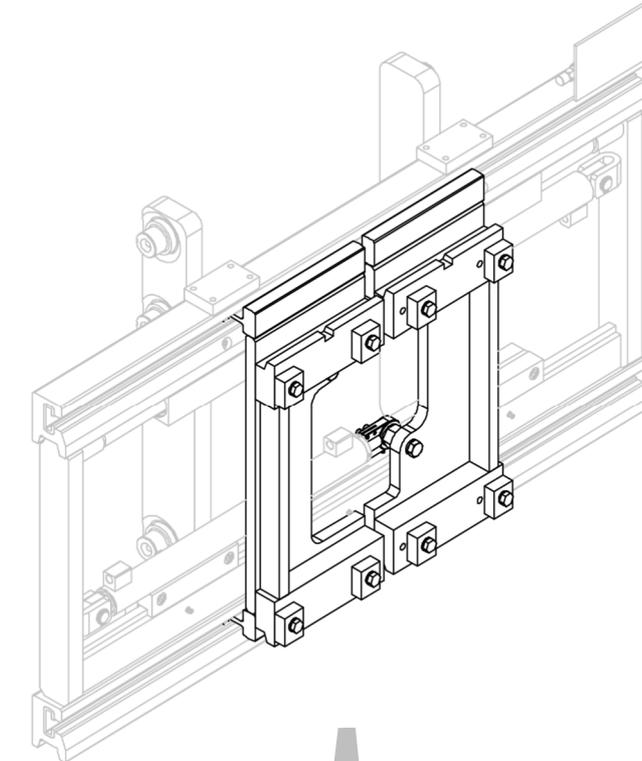
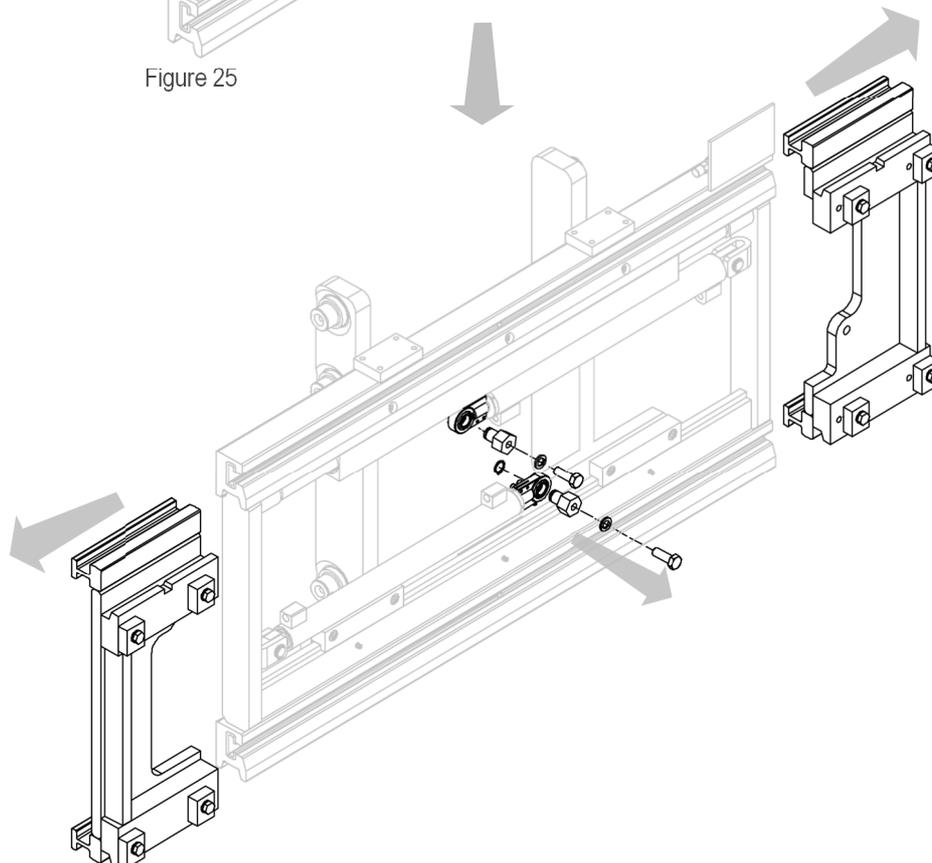

Figure 25
Figure 26
2. Retirer les fourreaux après avoir retiré les pivots et les vis qui les lient aux vérins (voir *Figure 25* et *Figure 26*).